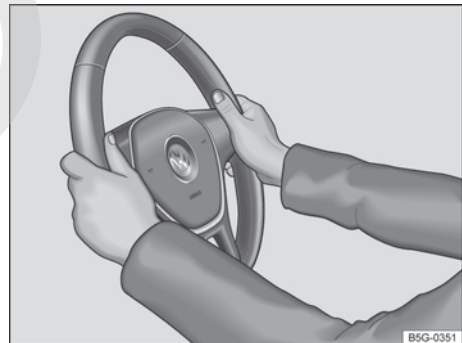

Fig. 40 En el volante posición 9 y 3 horas.
- Ajustar el volante de manera tal que el conductor pueda sujetarlo con las dos manos del borde exterior y con los brazos ligeramente doblados (posición equivalente a las 9 y a las 3 horas → fig. 40).